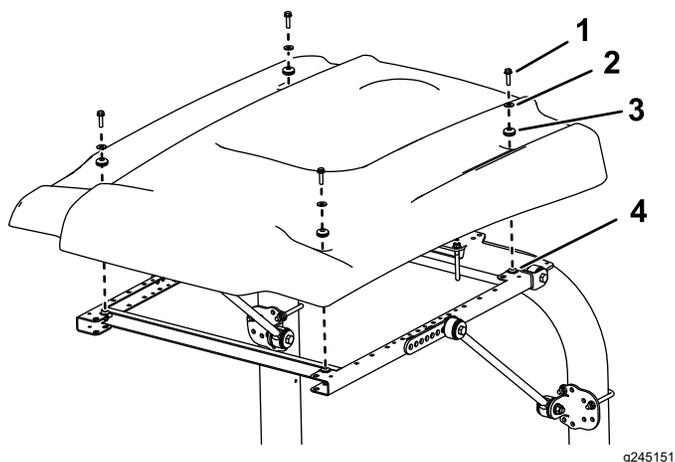

図 25
13. 図 25 に示すようにサンシェードをフレームに載せて、取り付け穴を整列させる。
14. サンシェードの各コーナー部をフレームに仮止めするフランジヘッドボルト5/16 x 1 1/4"1本、小さいワッシャ1枚、ハトメ1個を使用する 図 25。